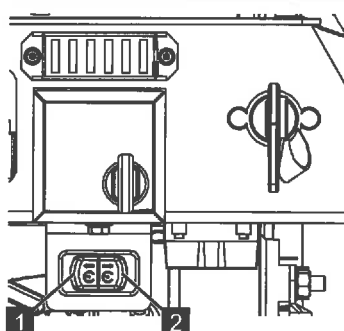

Abb. 180
5. Den Servicetaster (Abb.180/1 oder 2) betätigen um die Drehzahl des Verbrennungsmotors zu erhöhen.